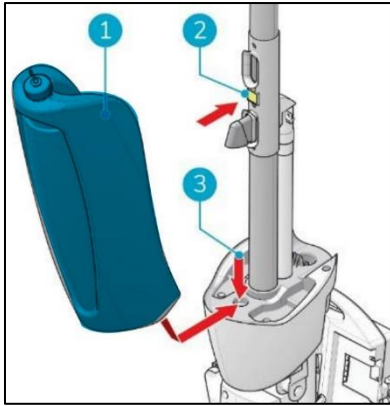

Figure 31
14. Placez le fond du réservoir de récupération (figure 31, pos. 1 et pos. 3) sur le devant de l'i-mop® XXL
15. Poussez le haut du réservoir en place jusqu'à ce que vous entendiez un « clic », l'aimant (figure 31, pos. 2) verrouille le réservoir de récupération en place.